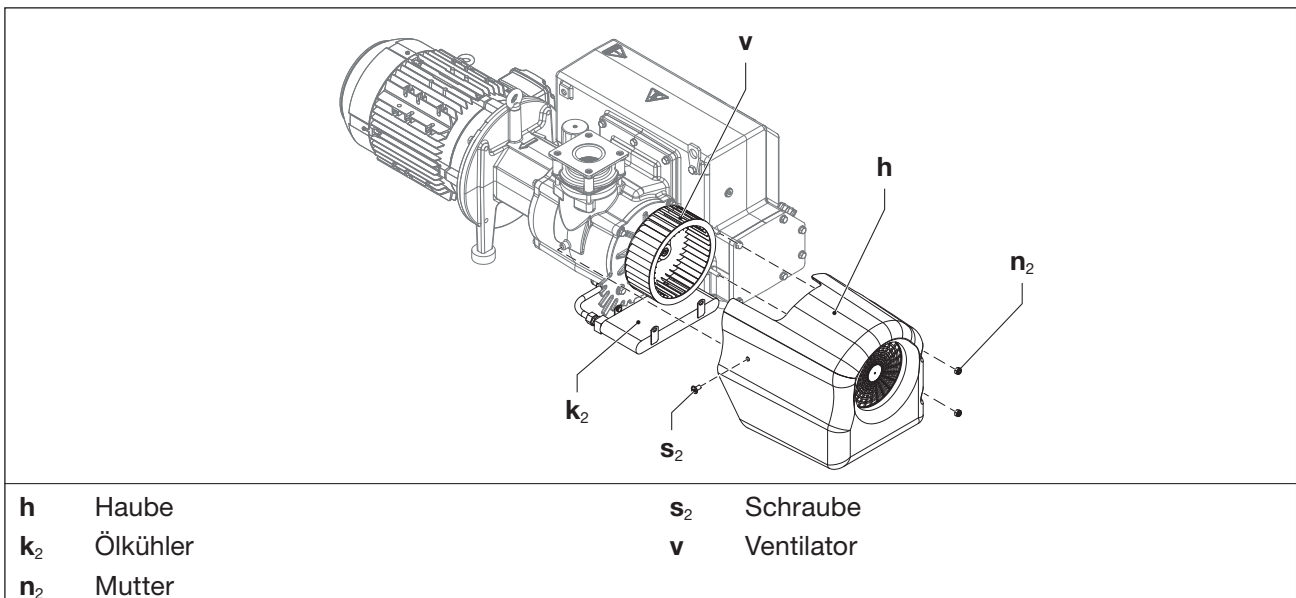

Abb. 9 Ölkühler
- Eine Schraube (Abb. 9/s2) und zwei Muttern (Abb. 9/n2) an der Haube lösen.
- Haube (Abb. 9/h) von der Pumpe abnehmen.
- Ölkühler (Abb. 9/k2) abblasen und von außen reinigen (feucht abwischen).
- Ventilator (Abb. 9/v) reinigen / abblasen und auf Beschädigungen prüfen. Maschine nur mit einem technisch einwandfreien Ventilator betreiben.
- Lüftungsschlitze an der Haube (Abb. 9/h) reinigen / abblasen.
- Haube wieder auf die Pumpe aufschieben und mit der Schraube (Abb. 9/s2) und den Muttern (Abb. 9/n2) befestigen. Anzugsmoment: 5 Nm